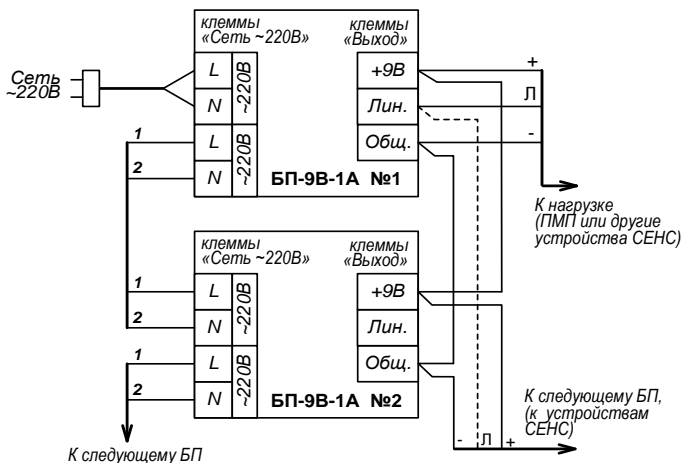
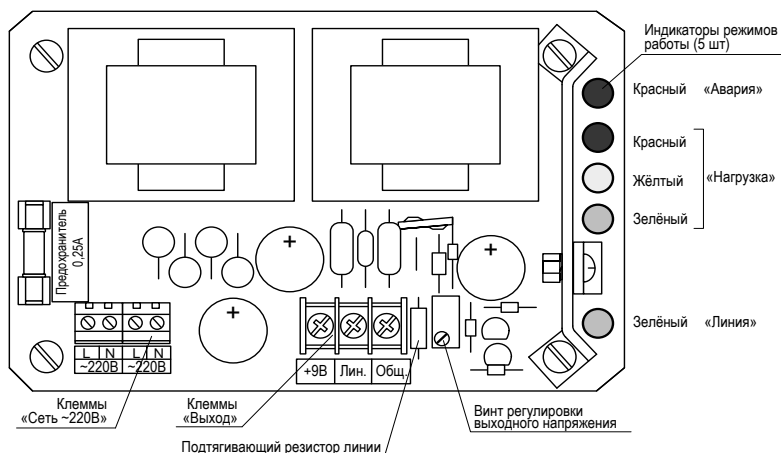

Рисунок 2 - Параллельное включение нескольких БП
Рисунок 6 - Внешний вид платы изделия
При параллельном включении нескольких блоков питания цепь Линия от устройств СЕНС (ПМП..., БК..., МС-К..., и др.) следует подключать только к одному блоку питания (рисунок 2).
3.3.1 В случае параллельного включения двух и более БП (см. рисунок 2) необходима их настройка. Следует проверить и, при необходимости, отрегулировать выходные напряжения каждого из БП, сделав их одинаковыми. Рекомендуется данную операцию провести поочередно для каждого БП – установить выходное напряжение 8,9 ($\pm 0,02$) В при токе нагрузки 0,5 А. Увеличение выходного напряжения осуществляется поворотом по часовой стрелке винта регулировки выходного напряжения, расположенного справа от клеммных зажимов «Выход» (см. рисунок 6).